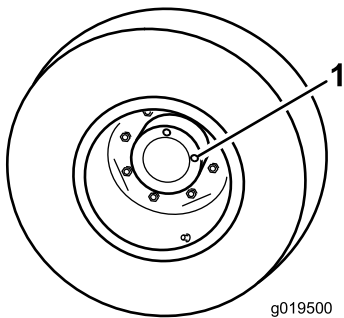

Bild 53
1. Wenn die Maschine auf einer ebenen Fläche steht, positionieren Sie das Rad so, dass eine Prüfschraube auf 12 Uhr und die andere auf 3 Uhr steht (**Bild 53**).
1. Prüf-/Ablassschraube (2)
2. Entfernen Sie die Schraube, die auf 3 Uhr steht (**Bild 53**).